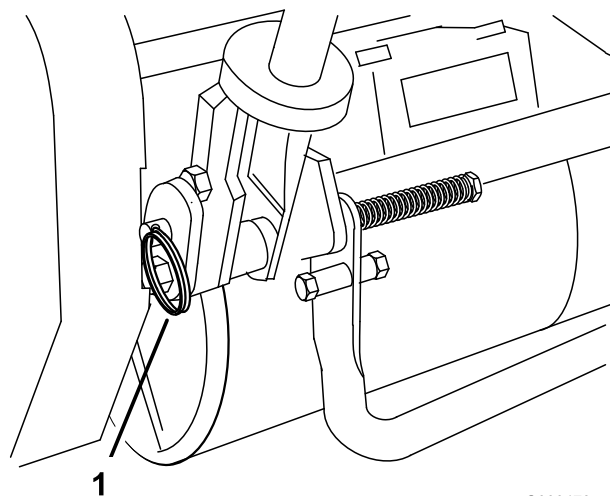

図 6
1. 機体左右のリング・ピンからヘアピン・コッターを抜き取る (図 6)。
2. ハンドルを支えながら、左右のリング・ピンを抜き、ハンドルを希望の高さにセットする (図 6)。